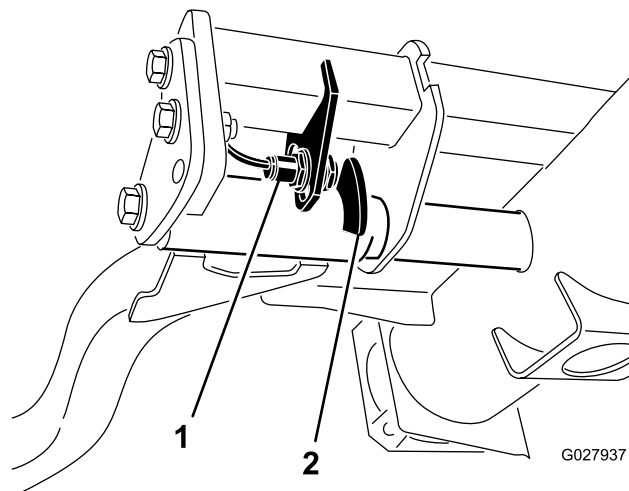

Figure 38
2. Le contacteur des bras de relevage se trouve sous le réservoir hydraulique, derrière le bras de relevage avant droit (Figure 38).